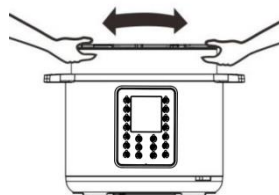

Figura 14
Assicurarsi che il recipiente interno dove è posizionata la piastra riscaldante (14), è pulito e asciutto prima di inserire la pentola interna (6) nella pentola a pressione e livellare la pentola in modo tale da ottenere il contatto ottimale tra la pentola interna e la piastra riscaldante (14) (Figura 14)
NOTA: Non è possibile impostare la valvola di limitazione di pressione sulla posizione "Venting" ("Scaricare") immediatamente dopo la cottura, se si usano le funzioni come purea o minestra. È IMPORTANTE che la valvola di sicurezza (5) scenda prima che cercherete aprire il coperchio (Figura 14).